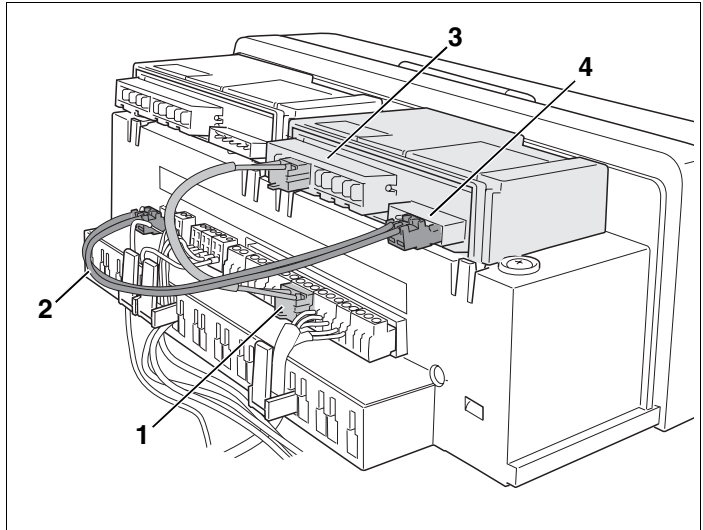

Abb. 7 Elektrischen Anschluss für erstes Funktionsmodul herstellen
- Netzanschluss- und Busleitung (Abb. 7, **Pos. 1** und **2**) vom Regelgerät des Heizkessels in die Klemmen (Abb. 7, **Pos. 3** bzw. **4**) des ersten Funktionsmoduls richtig einstecken.
- Weitere Komponenten mit den Klemmen (Abb. 7, **Pos. 3** bzw. **4**) des Funktionsmoduls nach Anschlussplan richtig verdrahten.
- Netzanschluss- und Busleitung (Abb. 7, **Pos. 1** und **2**) vom ersten Funktionsmodul in die Klemmen des zweiten Funktionsmodules richtig einstecken.